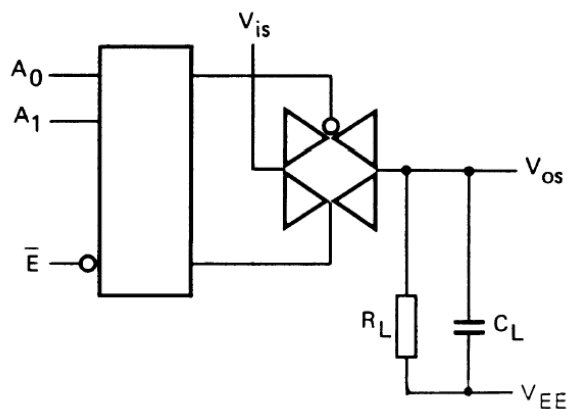

图 3
1.  $R_L=10K\Omega$  到  $V_{EE}$ ;  $C_L=50pF$  到  $V_{EE}$ ;  $\overline{E}=V_{SS}$ ;  $V_{IS}=V_{DD}$  (方波); 如图 3 所示
2.  $R_L=10K\Omega$ ;  $C_L=50pF$  到  $V_{EE}$ ;  $\overline{E}=V_{SS}$ ;  $An=V_{DD}$  (方波); 测量  $t_{PLH}$  时  $V_{IS}=V_{DD}, R_L$  到  $V_{EE}$ ; 测量  $t_{PHL}$  时  $V_{IS}=V_{EE}, R_L$  到  $V_{DD}$ , 如图 3 所示
3.  $R_L=10K\Omega$ ;  $C_L=50pF$  到  $V_{EE}$ ;  $\overline{E}=V_{DD}$  (方波); 测量  $t_{PHZ}$  和  $t_{PZH}$  时,  $V_{IS}=V_{DD}, R_L$  到  $V_{EE}$ ; 测量  $t_{PLZ}$  和  $t_{PZL}$  时;  $V_{IS}=V_{EE}, R_L$  到  $V_{DD}$ ; 如图 3 所示
6.  $R_L=10K\Omega$  到  $V_{EE}$ ;  $C_L=15pF$  到  $V_{EE}$ ;  $\overline{E}$  或  $An=V_{DD}$  (方波); 干扰是  $|V_{OS}|$  (峰值); 如图 3 所示